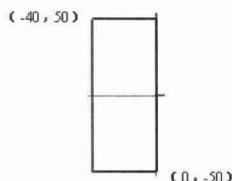

图1-8
- (1) 按 F9 键，在绘图区中间出现一个十字线，即为工件设计坐标系。
- (2) 选取命令菜单【绘图】/【矩形】，输入左上方端点坐标 (-40,50,0)，再输入右下方端点坐标 (0,-50,0)，结果如图 1-8 所示。